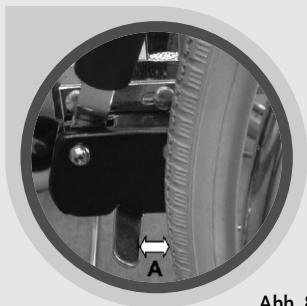

Abb. 8
- Zum Feststellen der Bremse einfach den Bremshebel nach vorne drücken bis er einrastet (siehe Abb. 8).